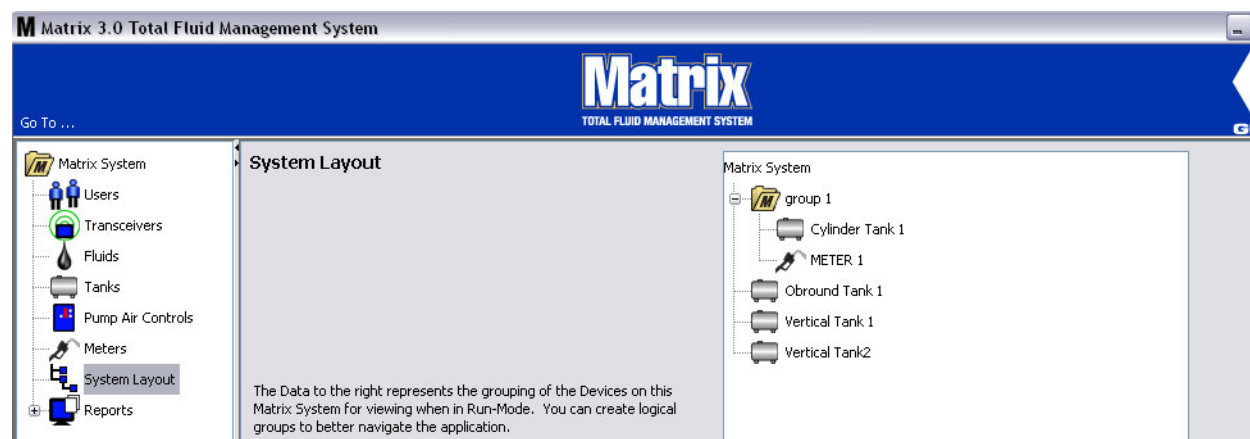

FIG. 98
11. Lorsque vous aurez fini de créer ou de modifier les dossiers de groupe, cliquez sur "OK pour" fermer l'écran et enregistrer les modifications. Le ou les groupes que vous avez créés sont affichés dans la colonne système Matrix (FIG. 98).